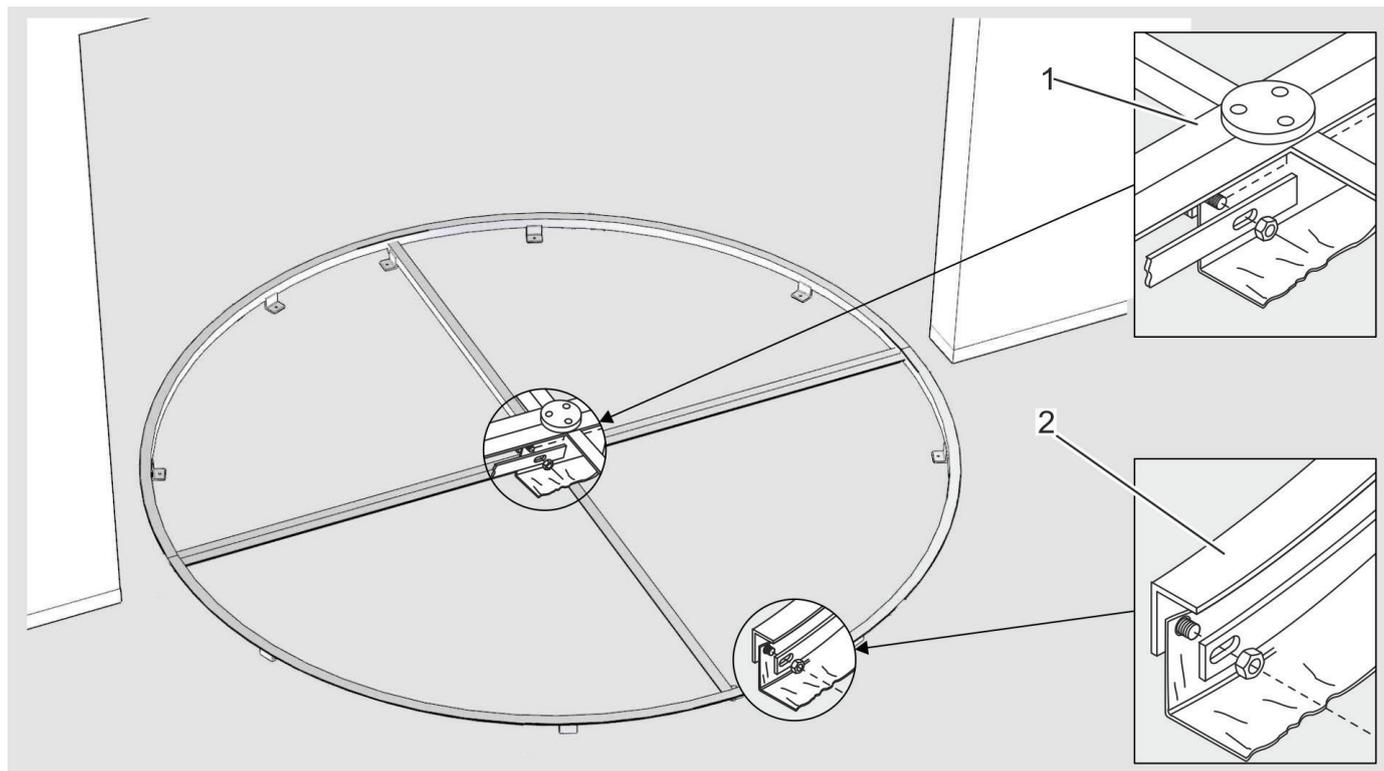

Рис. 30 Герметизация напольного кольца
1. Герметично закрыть напольное кольцо с помощью прижимного фланца в центре и на окружности, в зависимости от выбранного варианта (рис. 30/1 или 2).